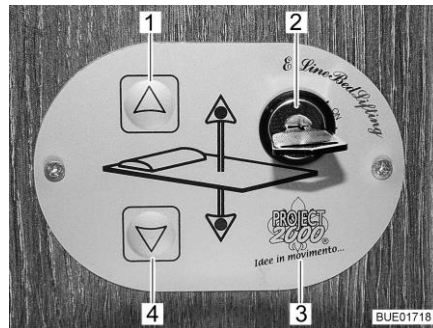

Fig. 65 Elemento di regolazione
È possibile abbassare o alzare il letto basculante tramite i tasti (Fig. 65,1 e 4) presenti sull'elemento di regolazione (Fig. 65,3). L'elemento di regolazione viene bloccato tramite l'interruttore a chiave (Fig. 65,2) per evitarne l'utilizzo accidentale.
- Ruotare la chiave dell'interruttore a chiave (Fig. 65,2) di 90° in senso orario, fino a raggiungere la posizione "On". L'elemento di regolazione (Fig. 65,3) è attivato.
- Premere il tasto freccia (Fig. 65,4) e tenerlo premuto fino a quando il letto basculante raggiunge la posizione desiderata in basso.
- Premere il tasto freccia (Fig. 65,1) e tenerlo premuto fino a quando il letto basculante raggiunge la posizione finale in alto.